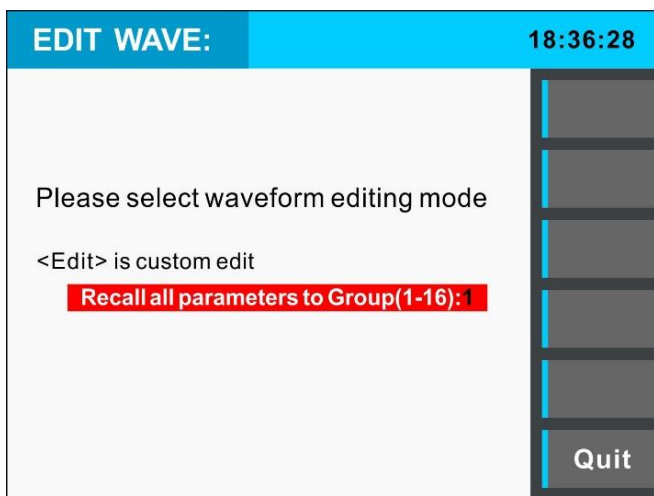

图3-13 Edit模式下recall界面
- 1) 按下Recall右侧的功能键即可进入Recall界面，如图3-13所示。